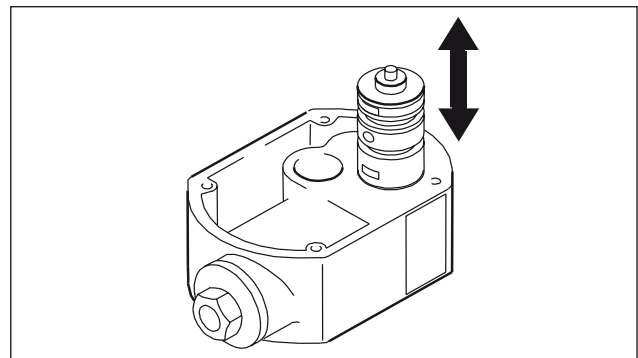

Abb. 17: Montage Innenliegendes Steuerventil
- Das Luftsteuerventil wird als komplette Einheit ausgetauscht (Abb. 17).